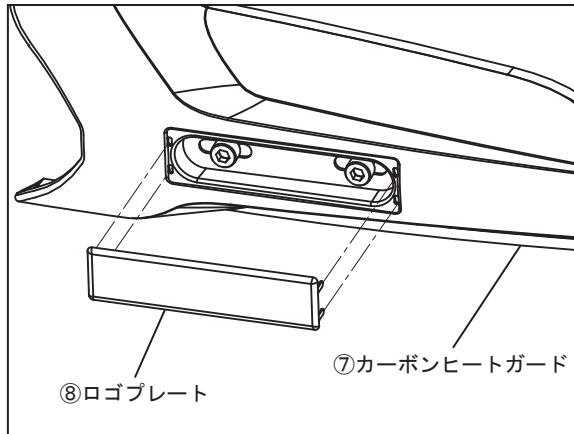

FIG. 19
22. ⑧ロゴプレート裏側のシートを外し、ツメの部分を⑦カーボンヒートガードの四箇所穴に通してしっかり貼り付けて下さい。貼り付けたら⑦カーボンヒートガード裏側に突き出た⑧ロゴプレートのツメを折り曲げて下さい。(FIG. 19, 20参照)